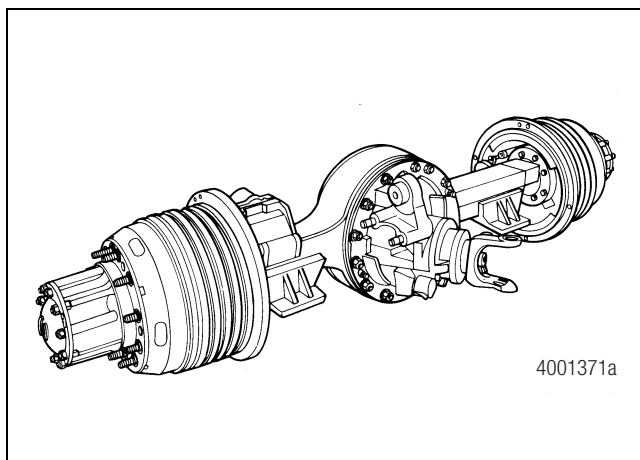

Figure 2.1
- La conception du carter de pont permet de remplacer au besoin les tubes d'essieu aux axes de roue. Figure 2.1.